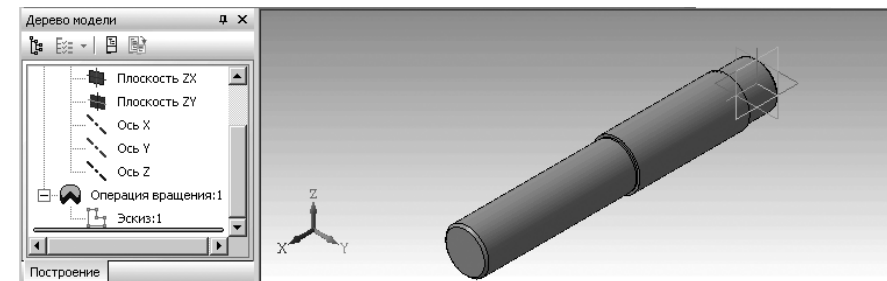

Рис. 2.72. Модель вала с введенными изменениями
- нажмите функциональную клавишу **F9** для показа всего вала. Появится модель вала с введенными изменениями (рис. 2.72);